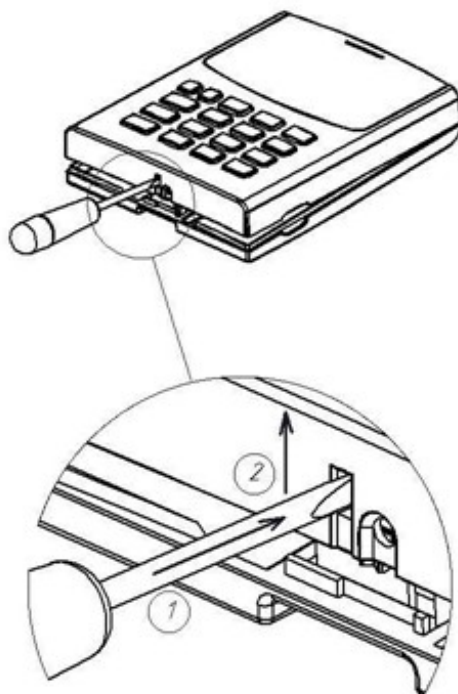

Рисунок 2. Снятие крышки устройства.
1. Отвернуть фиксирующий винт на нижней стенке панели, вставить плоскую отвёртку (1) в паз рядом с винтом.
2. Придерживая нижнюю панель, нажать на замок отвёрткой и снять (2) верхнюю панель (рисунок 2).